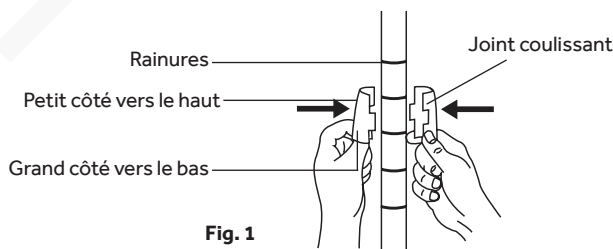

Fig. 1
3. Fixez la fixation sur le montant, à l'emplacement voulu [Fig. 1].